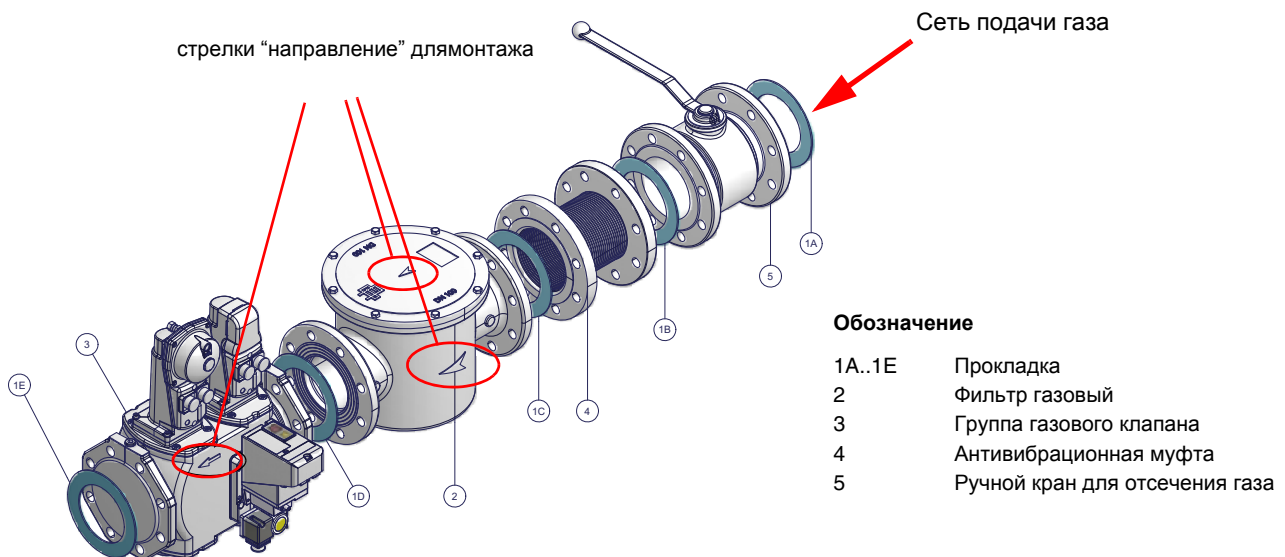

Рис. 4 - Пример газовой рампы
- 1 - б) при фланцевых соединениях: между соседними компонентами устанавливать прокладку (1A..1E - Рис. 4), совместимую с используемым газом,
**ВНИМАНИЕ:** после монтажа газовой рампы согласно схеме на Рис. 4, необходимо провести тестирование на герметичность газового контура, согласно требований действующих нормативов.
ВНИМАНИЕ: после монтажа газовой рампы согласно схеме на Рис. 4, необходимо провести тестирование на герметичность газового контура, согласно требований действующих нормативов.